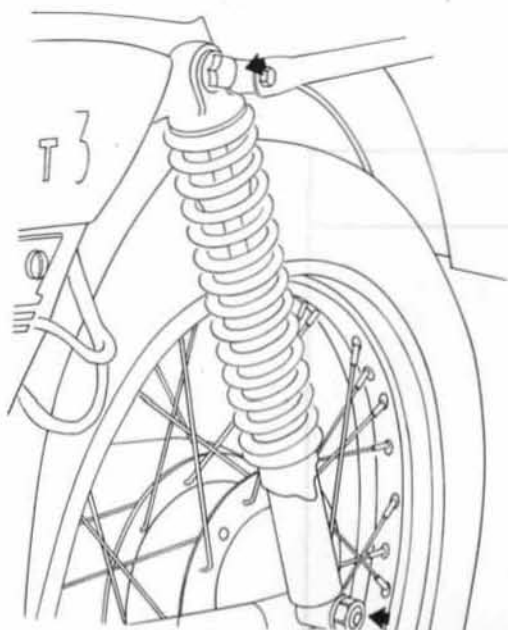

FIG. 1
- Déposer l'un des deux amortisseurs (clé de 17 mm, fig. 1) et remonter l'amortisseur neuf.